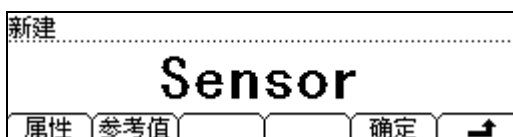

图 2-39 新建任意传感器界面
- 按 **↵** 键，完成参数设置，返回 **新建** 界面（图 2-39）。
(3) 按 **确定** 键（图 2-39），此时将出现 **保存** 和 **应用** 2 个菜单选项。